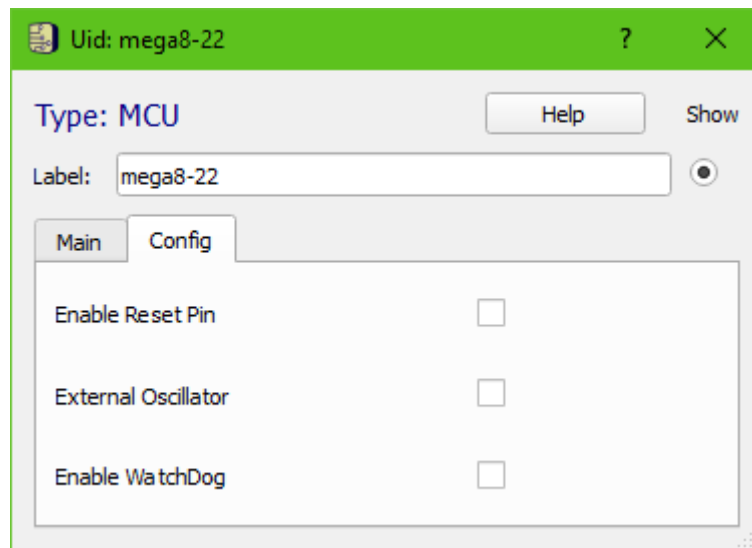

Рисунок 1.13 – Вікно налаштувань мікроконтролера
- На вкладці «Config» (рис. 1.13) розташовані наступні налаштування: